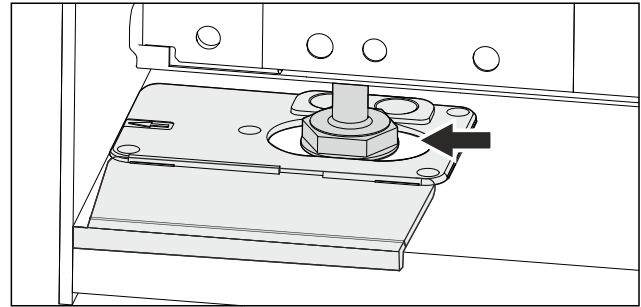

Fig. 47
- ▶ Gerät über die Stellfüße ausrichten. Fig. 47 ()